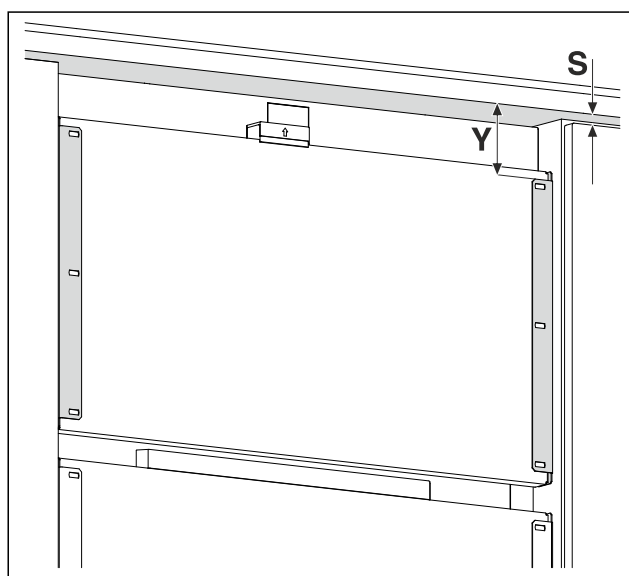

Fig. 17 Représentation à titre d'exemple
- Mesurer la distance Fig. 17 (Y) qui sépare le bord inférieur de la façade du meuble de l'équerre de fixation.
- Mesurer l'écartement Fig. 17 (S) entre le bord inférieur de la façade du meuble et le bord supérieur de la porte du meuble.